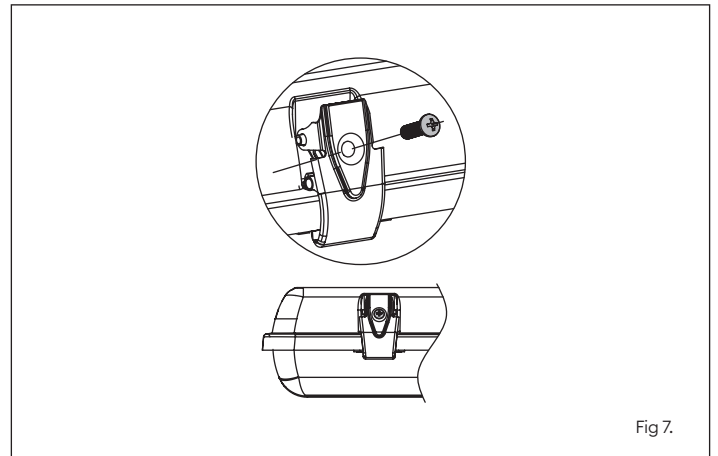

Fig 7.
12. Secure clips with anti-tamper screws (supplied) (Fig 7).
12. Sécurisez les clips avec les vis anti-effraction incluses (fig. 7).